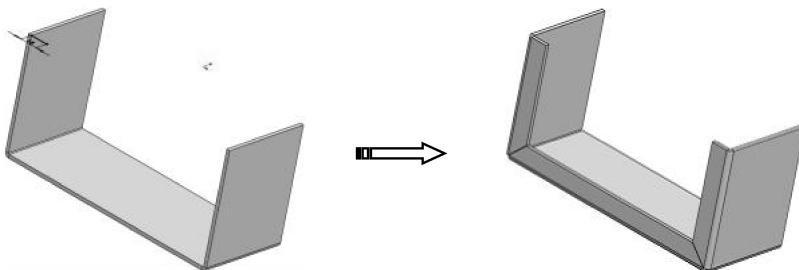
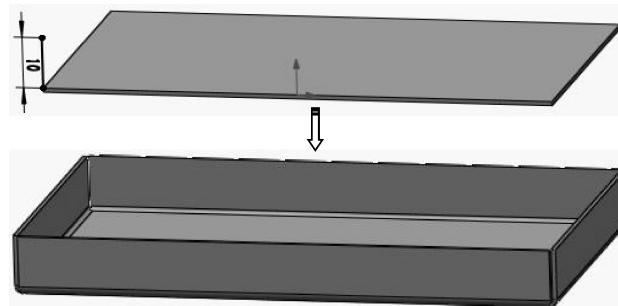

图 6-18 相切边线斜接法兰形式
图 6-19 非相切边线斜接法兰
- 斜接法兰特征可将一系列法兰添加到钣金零件的一条或多条边线上。斜接法兰的样式包括相切边线的斜接法兰形式，如图 6-18 所示，也包括非相切边线斜接法兰形式，如图 6-19 所示。